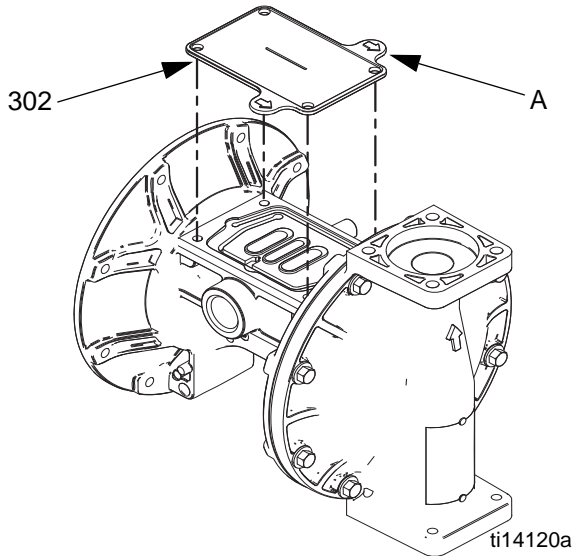

图 9. 流体盖工具
- a. 参见图 9。将随附的工具 (302) 放在空气阀垫圈 (108) 的正常位置上。箭头 (A) 必须指向已经安装的流体盖。